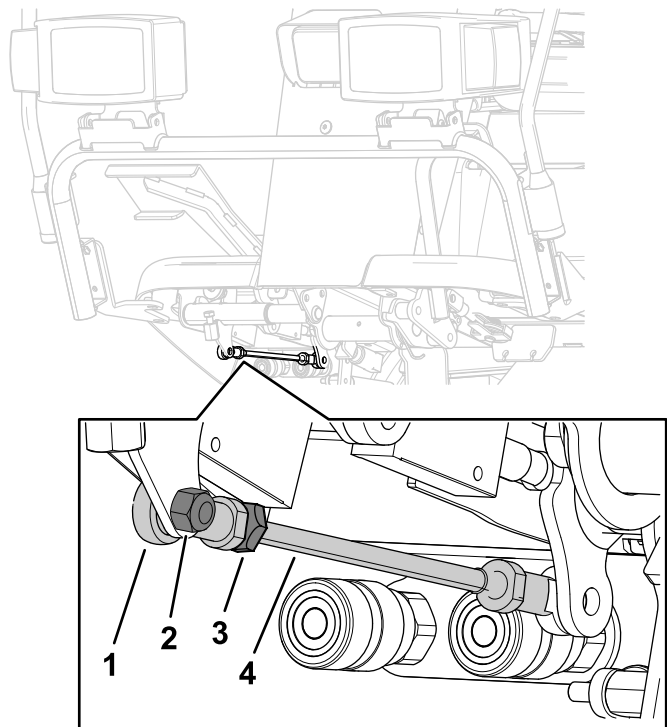

図 97
さらに調整が必要な場合は、走行ロッド (図 97) の調整を以下の要領で行う
5. ロッドの端部を走行ロッドに固定しているジャムナットをゆるめる 図 97。
7. ジャムナット 図 97 を締め、ボルトとナットでロッド端を走行ペダルに固定してペダルの角度を固定する。